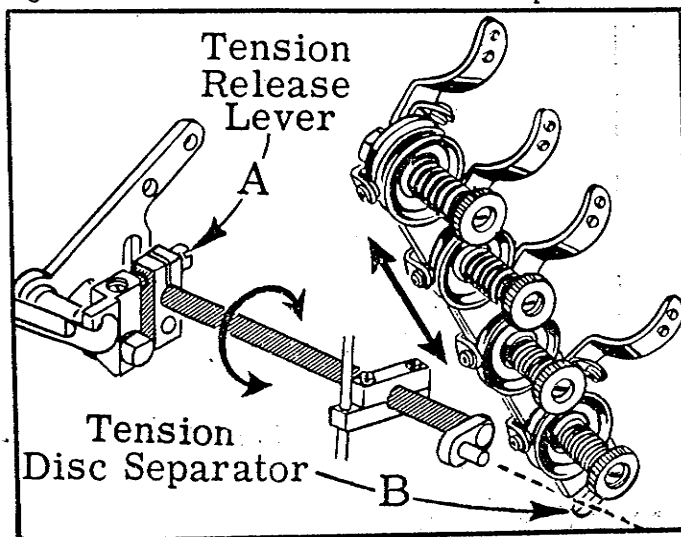

Fig. 34
Fig. 34. El aflojador de tensión del hilo está ajustado correctamente cuando empieza a funcionar si el pie prensateelas es alzada a aproximadamente la mitad de la distancia de su recorrido y haya abierto los discos de tensión enteramente cuando el pie prensateelas ha alcanzado su posición máxima superior. Para el ajuste apropiado, afloje el tornillo de la palanca del aflojador de tensión (A) y mueva el separador de discos de tensión (B) según sea requerido. Apriete de nuevo el tornillo (A) y verifique que no haya bloques en ningún punto.